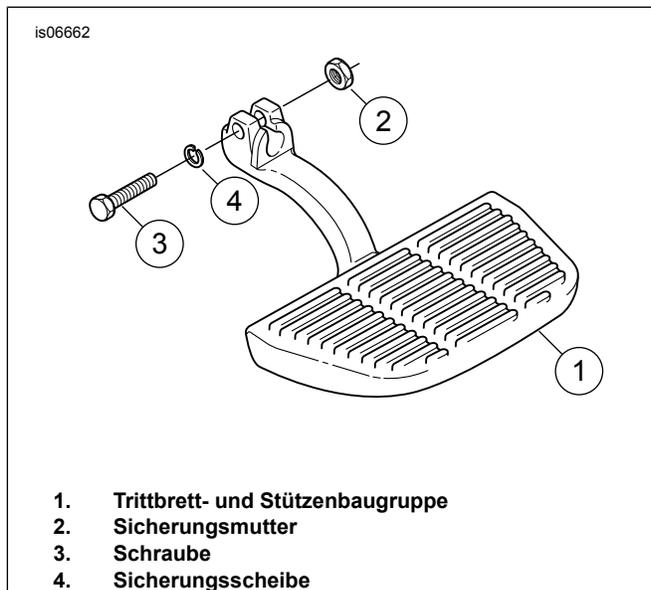

Abbildung 8. Soziustrittbrettbaugruppe - Modelle bis 1992 und Trittbretter aus dem Zubehörprogramm:
- a. **Modelle bis 1992 und Trittbretter aus dem Zubehörprogramm:** Siehe Abbildung 8. Jede Trittbrett- und Abdeckungsbaugruppe (1) in ihrer ursprünglichen Position auf den Befestigungsbolzen installieren. Dabei die Bolzenlöcher auf die in den Bolzen gefräste Nut ausrichten. Die Trittbretter entweder mit einer Sicherungsmutter (2) und einer Schraube (3) oder durch Entfernen einer Schraube (3) und einer Sicherungsscheibe (4) befestigen (je nach Typ der Trittbrettstütze) Die Mutter anziehen auf 14 N·m (10 ft-lbs).